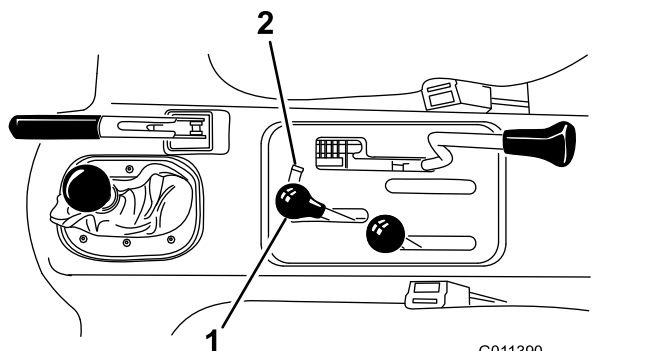

Рисунок 16
- На автомобилях Workman с серийными номерами 240000001 и выше переведите рычаг гидромеханизма подъема (Рисунок 16) назад и вперед.